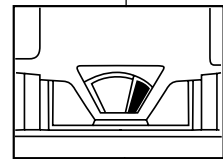

Fig. 6
1. **DO NOT ALLOW THE TANK TO BECOME OVERFILLED.** Empty 200 and 500 Series Porta Potti tanks when the waste level indicator changes from **green** to **red** (Fig. 6). In 100 Series toilets, the waste level is checked visually by opening the holding tank valve.
1. **NE REMPLISSEZ PAS LE RÉSERVOIR À L'EXCÈS.** Videz les réservoirs des séries Porta Potti 200 et 500 lorsque l'indicateur de niveau d'eaux usées passe du **vert** au **rouge** (Fig. 6). Dans les toilettes de la série 100, le niveau d'eaux usées est contrôlé visuellement en ouvrant la vanne du réservoir de stockage.
1. **NO DEJE QUE EL TANQUE SE LLENE DEMASIADO.** En los modelos Porta Potty de las series 200 y 500, el tanque séptico de retención debe ser vaciado cuando el indicador de nivel del tanque haya cambiado de **verde** a **rojo** (Fig. 6). En los inodoros de la serie 100, se controla el nivel visualmente abriendo la válvula del tanque de retención.